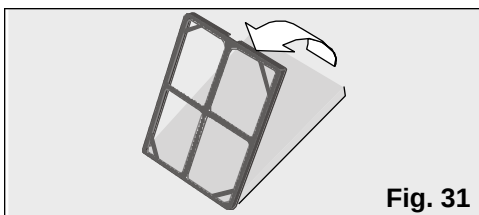

Fig. 31
- Comprobar que el filtro purificador está colocado en el posicionador, en caso contrario instálelo como se indica en la **Fig 31**